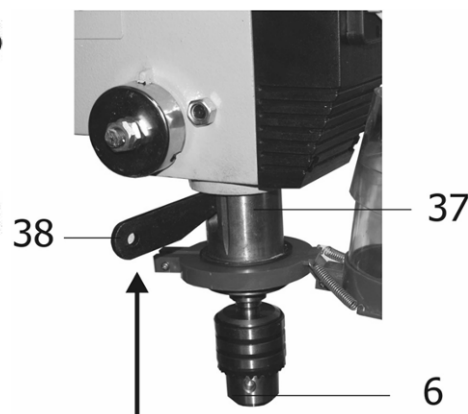

Рис. 11
10.10. При необходимости можно использовать сверла с конусом MT2 для непосредственной установки в шпиндель, минуя использование сверлильного патрона (6), Рис.11.
10.11. Для снятия сверлильного патрона (6) из шпинделя используется клин (38), Рис.11. Для этого необходимо выключить станок согласно п.10.3, затем совместить вращением шпинделя паз в шпинделе с пазом на обойме (37), Рис.11. Вставьте в этот паз клин (38), Рис.11, и легкими ударами снизу вверх по клину (38), Рис.11, выталкивайте дорн (I), Рис.1, вместе со сверлильным патроном (6), Рис.11, из шпинделя.